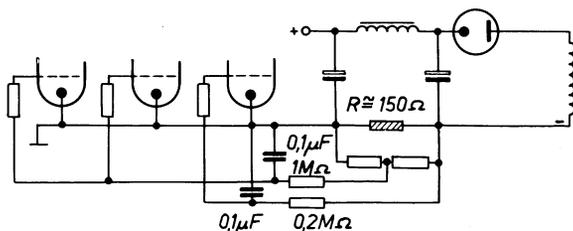

Fig. 9.04. Am niederohmigen Widerstand in der Minusleitung erzeugte, sog. halbautomatische Gittervorspannung.
3. Halbautomatische Gittervorspannung, im Netzteil durch den totalen Röhrenstrom erzeugt gemäß Fig. 9.04.